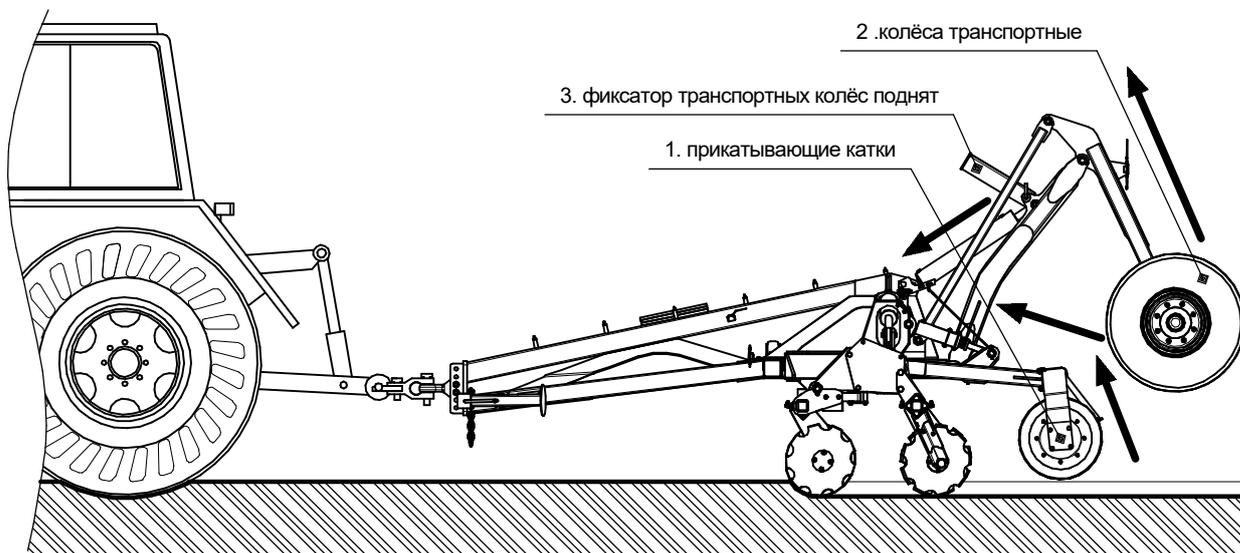

Рис.1.6-Принцип опускание дисковой почвообрабатывающей машины ДГМ "Универсал" / "Универсал Т"
- 6.** С помощью рычагов управления гидравлики катков (рис.1.6 поз.1) и транспортных колёс опустите агрегат (рис.1.6 поз.2).